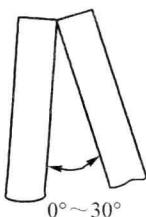

图1-11 端部接头形式
2) 端部接头。两焊件重叠或两焊件表面之间的夹角 $<30^\circ$ 构成的端部焊缝接头，称端接接头（如图1-11所示）。